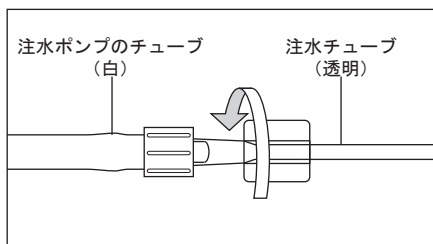

図 3
- 1) 注水ポンプの OUT 側のチューブに注水チューブをねじ込みます。(図 3)